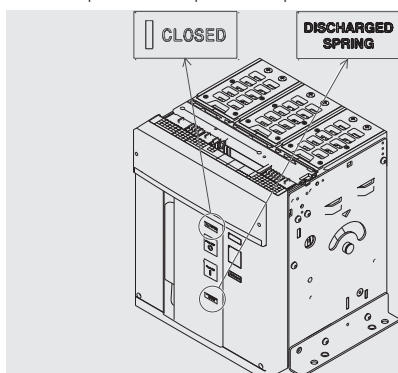

Figura 29
5. Controlar que el interruptor esté cerrado (indicador abierto/cerrado "I - CLOSED") y controlar que los resortes estén descargados (indicador resortes "blanco - DISCHARGED SPRING") como indicado en Figura 29.